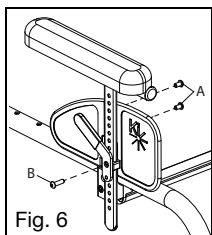

Fig. 6
- b. Quite los dos tornillos de 6 mm de los protectores laterales (Fig. 6:A).
- c. Quite el tornillo (Fig. 6:B) del tope del poste del protector lateral a través de dicho poste, pero no lo retire por completo. El tornillo puede permanecer en el conjunto de la palanca. Repita en el brazo opuesto.
- d. Restaure el tope del bastón y el conjunto de la palanca en el poste del protector lateral a la posición deseada. Vuelva a apretar el tornillo (Fig. 6:B) y repita en el brazo opuesto.
- e. Ponga el protector lateral en la posición deseada y coloque de nuevo los dos tornillos de 6 mm (Fig. 6:A) para fijar en su sitio el protector lateral. Apriete los dos tornillos de 6 mm y repítalo del lado opuesto.
- f. Vuelva a colocar los conjuntos de los apoyabrazos en el alojamiento (Fig. 6).
- a. Presione la palanca de liberación (Fig. 6:A) hacia arriba para liberar el apoyabrazos.